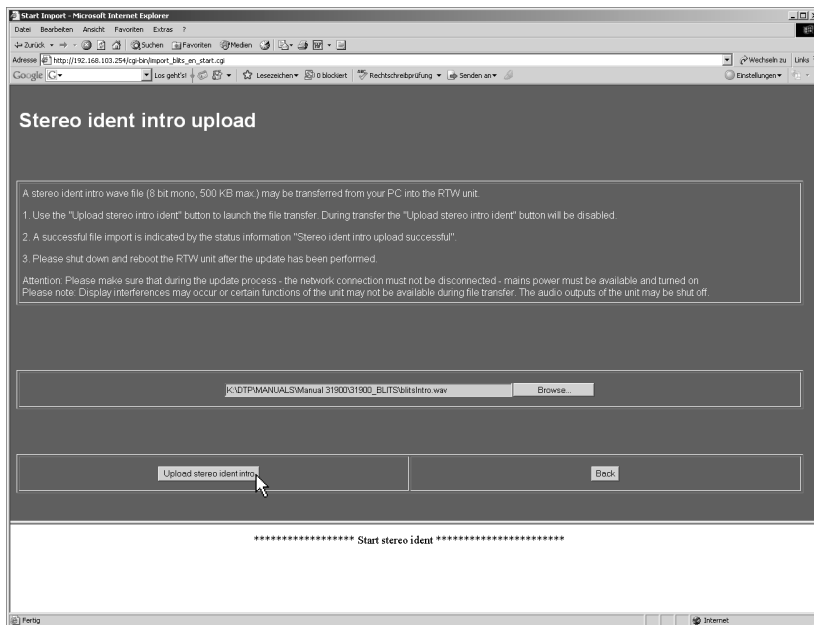

Bild 8-36: Starten des Uploads
- Aktivieren Sie über die Schaltfläche „Upload stereo ident intro“ den Transfer der Intro-Datei in den SurroundControl (siehe Bild 8-36). Sollte die Schaltfläche „Upload stereo ident intro“ nicht sichtbar sein, verschieben Sie die Seite mit den grauen Balken am rechten Bildschirmrand. **Achten Sie darauf, dass während des Datentransfers keine Unterbrechung der Netzwerkverbindung oder der Stromversorgung auftritt!**